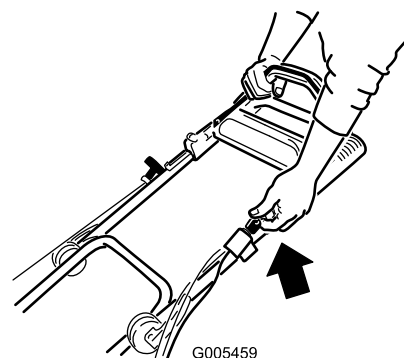

Figur 13
2. Hold knivkontrollkabelen mot håndtaket (Figur 13).